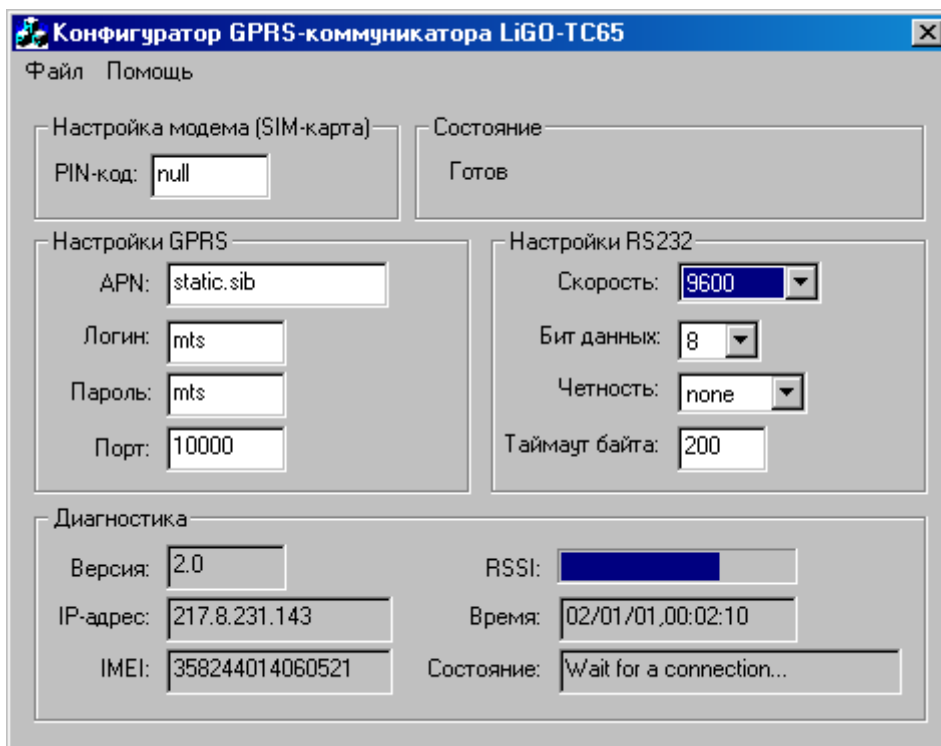

Рисунок 5.3
4. Произойдет соединение с прибором и появится главное окно программы (Рисунок 5.3)